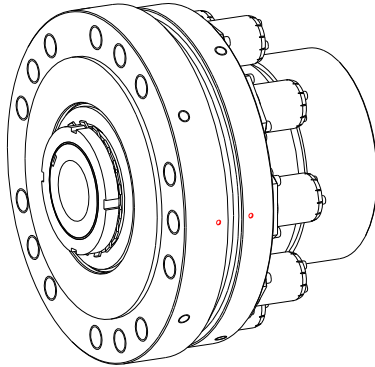

Fig. 16
- Tournez les côtés entraînement et sortie de l'accouplement dans leur position initiale jusqu'à ce que les repères soient alignés (voir figures 16 et 17). Les éléments de débrayage peuvent être réenclenchés dans cette position par une pression axiale.